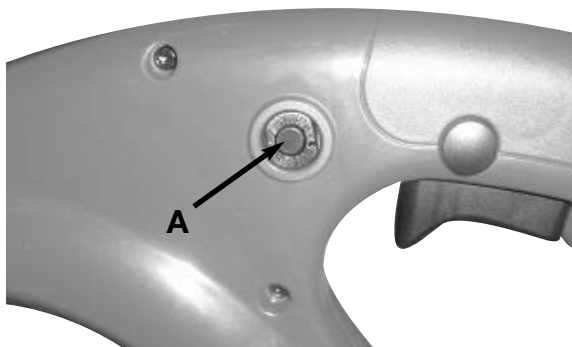

Fig. 5
2. Appuyez sur l'interrupteur de surcharge (A) pour réinitialiser. Continuer l'utilisation. (Fig. 5)